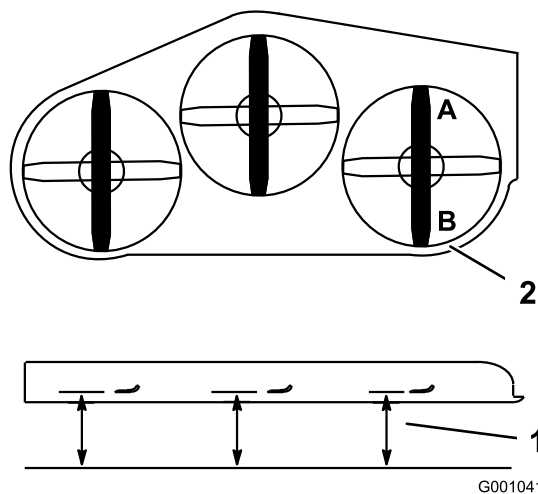

Figure 74
2. Tournez 1 lame dans le sens longitudinal. Mesurez la distance aux points **A** et **B** entre une surface plane et le bord coupant des pointes des lames (Figure 74).